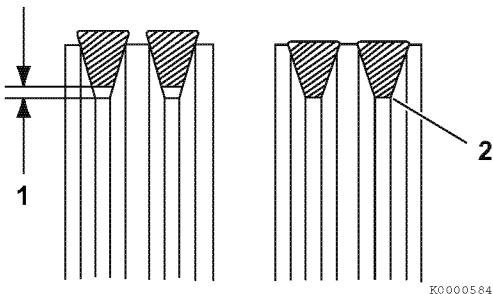

Рисунок 6
3. Натягивайте клиновой ремень до надлежащего натяжения. Между клиновым ремнем и дном канавки шкива должен оставаться зазор (1, Рисунок 6). Если зазор (2, Рисунок 6) между клиновым ремнем и дном канавки шкива отсутствует, замените клиновой ремень.